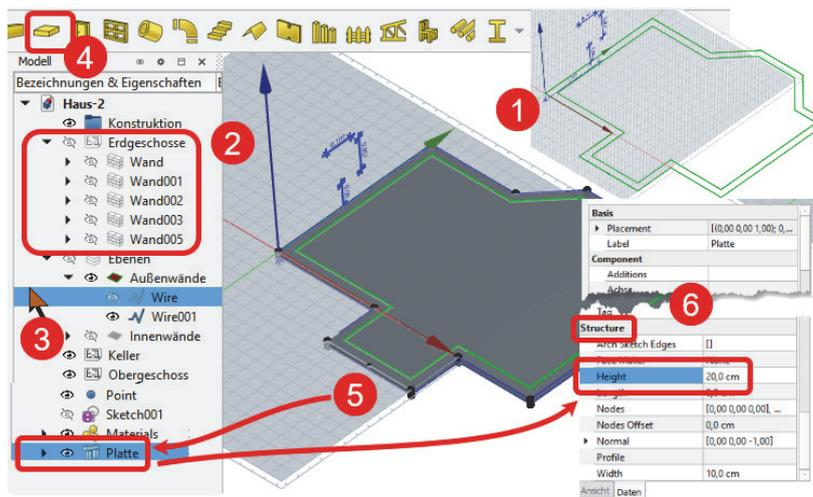

Abb. 38: Decke unter dem Stockwerk erstellen
Aktivieren Sie wieder die ARBEITSEBENE **Draufsicht ①** (Abbildung 38). Dann schalten Sie über den Knoten **Erdgeschoss** die Erdgeschosswände im BROWSER aus **②**. Markieren Sie in der EBENE **Außenwände** den LINIENZUG **Wire ③**, der die Außenkontur darstellt. Dann starten Sie aus der Symbolleiste 3D/BIM-WERKZEUGE das Werkzeug **PLATTE ④** und erhalten die gewünschte Geschossdecke unter dem Erdgeschoss **⑤**. Die Stärke könnten Sie in den EIGENSCHAFTEN im Bereich STRUCTURE unter HEIGHT mit Vorgabewert **20 cm** noch anpassen **⑥**.